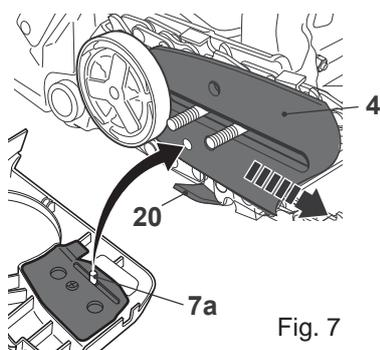

Fig. 7
- > S'assurer que la chaîne est placée au-dessus du receveur de chaîne (20) (Fig. 7).
- > Tirer délicatement la barre de guidage (4) vers la droite pour prétendre la chaîne (3) (Fig. 7)